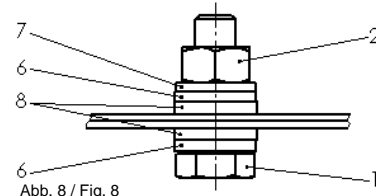

Abb. 8 / Fig. 8
- Die Erdungsleitung (grün/gelb) der Gehäusewand, wenn sie gelöst wurde, gemäß Abb. 8 wieder anschließen.
- Gehäuseinterne Erdungsleitung zum M6-Bolzen des Gehäusedeckels führen und gemäß Abb. 8 verschrauben.
- Reconnect the earth conductor (green/yellow) of the housing wall (if it was disconnected) as per Fig. 8.
- Route the internal grounding cable of the housing to the M6 screw of the housing lid and fasten with screw as per Fig. 8.